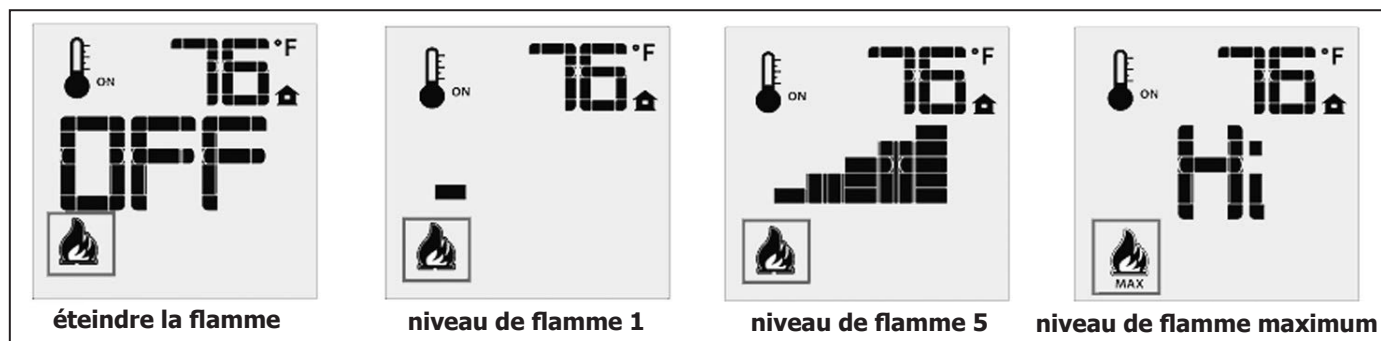

Figure 11: niveaux de flamme de la télécommande
Le Proflame 2 GTMF a six (6) niveaux de flammes. Une fois le système allumé, appuyer sur la flèche vers le bas diminuera de un niveau les flammes, jusqu'à ce que la flamme soit éteinte. Si vous appuyez sur la flèche vers le haut lorsque le système est allumé mais les flammes sont éteintes, la flamme s'allumera au maximum (référez-vous à la Figure 11). Un seul bip confirme la réception de la commande.